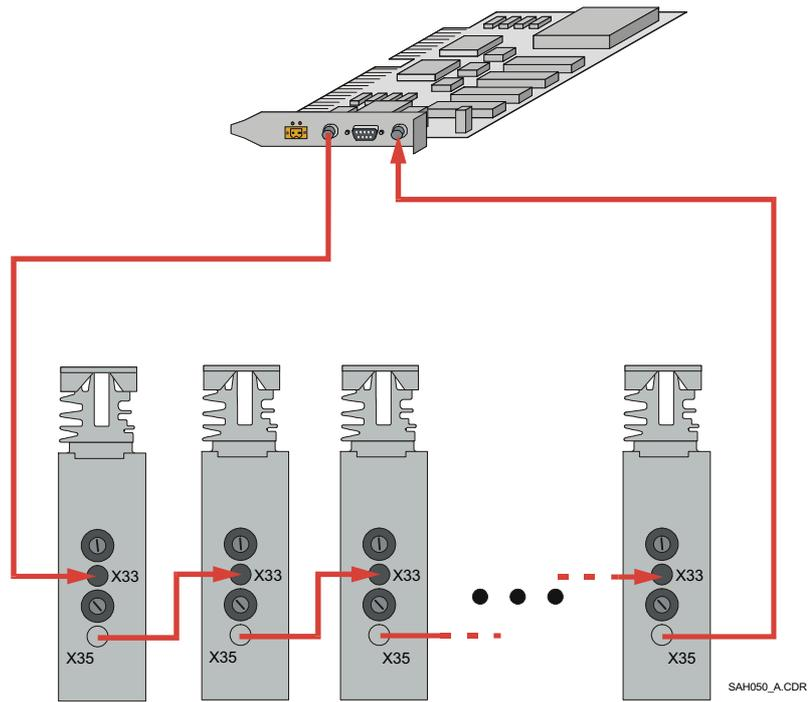

Abbildung 13 Lichtleiterbusverbindungen zwischen PAM ISA und SAM Servoverstärkern
3. Die Positionen der EasyBus Kabel markieren oder notieren (siehe Abbildung 13). Die Kabelbuchsen des EasyBus an PAM ISA sind grau (EIN) und weiß (AUS). Jedes EasyBus Kabel muß wieder an die dafür vorgesehene (graue oder weiße) Buchse angeschlossen werden. Die EasyBus Kabel lösen.
9. Die optischen Kabel vorsichtig an ihre Gegenanschlüsse anschließen. Dabei beachten, daß jedes optische Kabel wieder an die dafür vorgesehene (graue oder weiße) Buchse angeschlossen wird. In Abbildung 13 ist die erforderliche EasyBus Konfiguration abgebildet. Das Kabel nur von Hand anbringen. Auf keinen Fall einen Schraubenschlüssel verwenden, da dessen Drehkraft zu groß ist.